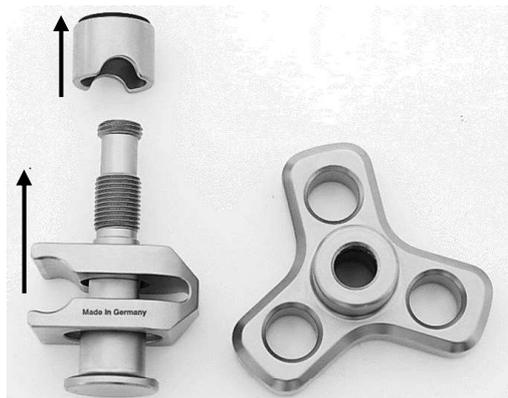

Abb. 19
Zuerst die Klemmhülse (2) von der Gewindestange (4) ziehen, dann das Klemmstück (3) entfernen (Abb. 19).